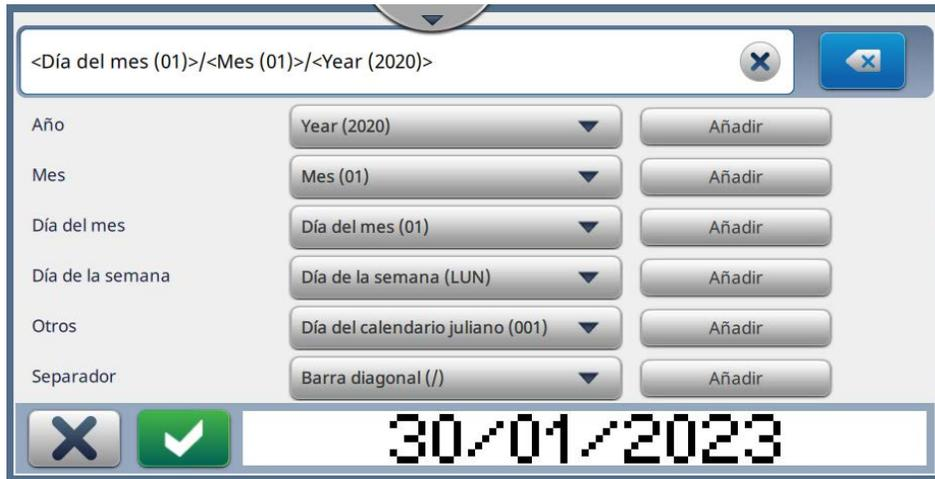

Figura 5-12: Pantalla Configuración de fecha
2. Seleccione el formato que desee en la lista de opciones (Año, Mes, Día del mes, Día de la semana, Otros y Separador), como se muestra en la Figura 5-12. Cada una de estas opciones tiene varios diseños seleccionables mediante listas desplegables, como se muestra en el ejemplo en la Figura 5-13.
3. Una vez seleccionado el formato que desee, pulse el botón  para pasar al formato de fecha. La pantalla presentará el formato de fecha creado, como se muestra en la Figura 5-12.